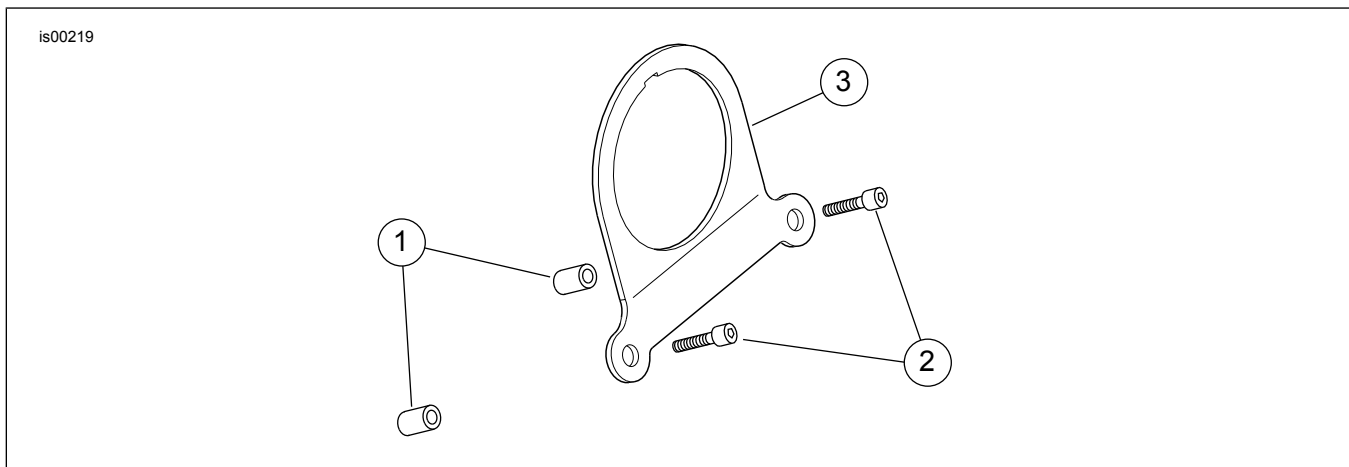

Figura 1. Peças de reposição do kit do suporte do mini-tacômetro Sportster
Veja a Figura 1 e a Tabela 4.
3. Veja a Figura 1. Deslize o tacômetro em sua montagem (3) pela parte dianteira, alinhando o entalhe do tacômetro ao entalhe da gaxeta isolante.
1. Veja a Figura 1. Remova os dois parafusos do prendedor dianteiro do guidom.
2. Coloque espaçadores (1) nos rebaixos vazios dos furos do prendedor.
3. Fixe sem apertar a montagem do tacômetro (3) e o conjunto do tacômetro no prendedor do guidom com os parafusos Allen (2).